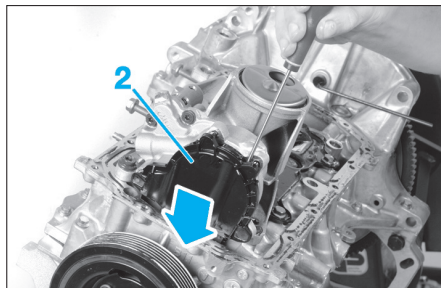

Fig. 59
- Déclipper avec précaution, le cache (2) (Fig.59).